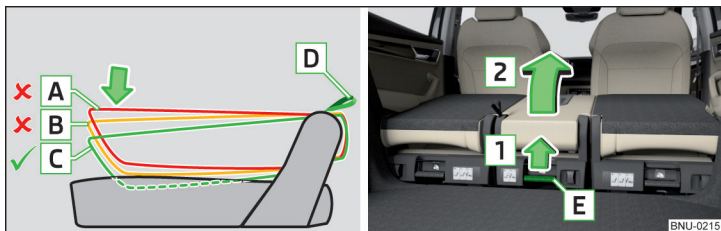

Fig. 91 Ridicarea scaunului din mijloc
- › Trageți de curelușa **D** și apăsați spătarul în poziția **C** aproximativ 4 cm în perna scaunului » fig. 91.